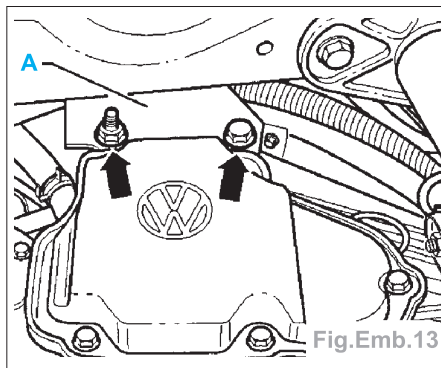

Fig.Emb.13
- Dévisser le palier de fixation (A) de la boîte de vitesses (flèches) (Fig.Emb.13).